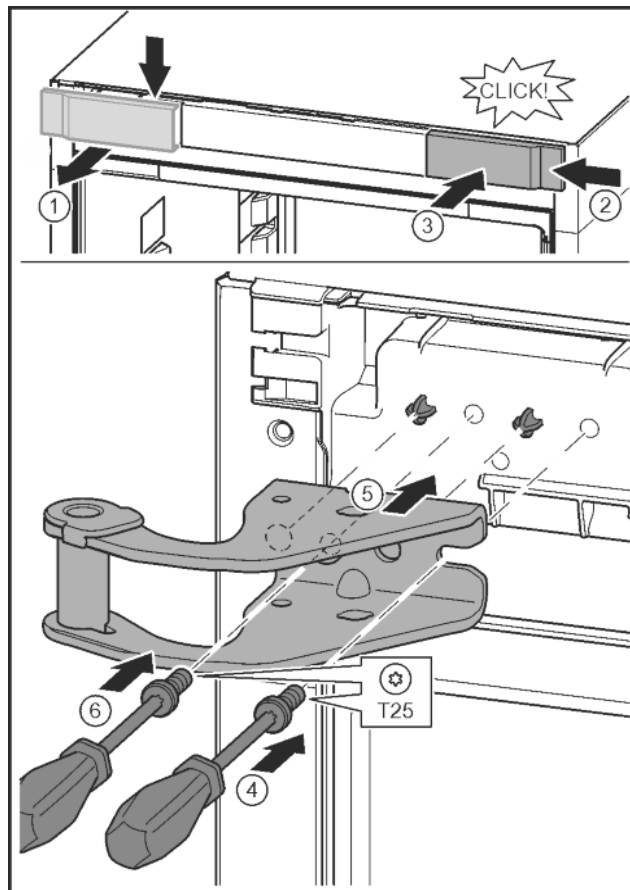

Fig. 14
- ▶ Libérer le cache et le retirer latéralement. *Fig. 14 (1)*
- ▶ Accrocher le cache tourné de 180° de l'autre côté à droite. *Fig. 14 (2)*
- ▶ Encliqueter le cache. *Fig. 14 (3)*
- ▶ Mettre en place la vis avec un tournevis T25. *Fig. 14 (4)*
- ▶ Mettre en place le support de palier supérieur. *Fig. 14 (5)*
- ▶ Serrer la vis. *Fig. 14 (4)*
- ▶ Mettre en place la vis avec un tournevis T25 et la serrer. *Fig. 14 (6)*